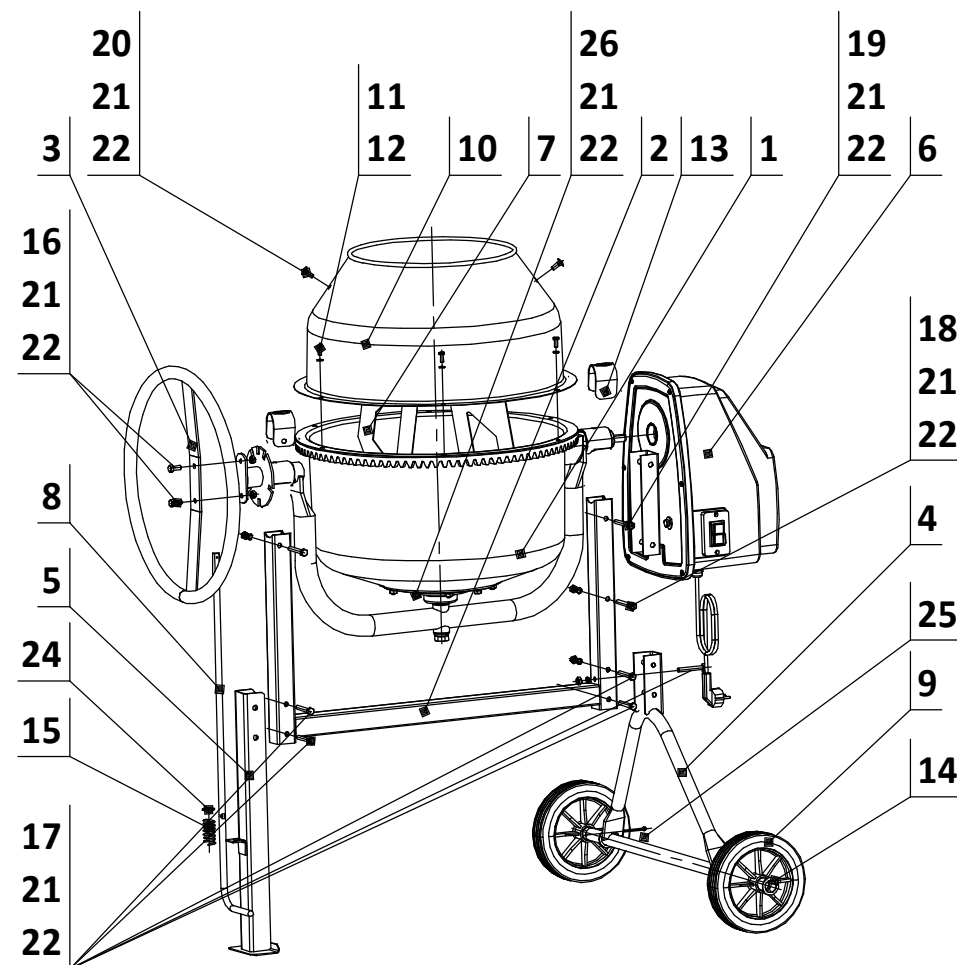

Рис.1
5.1. Основными узлами бетоносмесителя являются барабан смесительный (поз.1+поз.10), траверса, рама поз.2, механизм опрокидывания (маховик) поз.3 и фиксации барабана поз.8, рамка нижняя поз.4, стойка поз.5, электропривод поз.6 и колеса поз.9 (см. рис.1).
Снаружи смесительного барабана закреплен зубчатый венец, внутри установлены две лопасти поз.7, осуществляющие перемешивание смеси (см.рис.1).
Траверса бетоносмесителя закреплена на раме, которая одновременно соединена с рамкой нижней поз.4, с установленными на ней колесами поз.9 и стойкой поз.5 (см. рис.1).
Поворот положения смесительного барабана в процессе работы осуществляется вручную с помощью маховика поз.3 и устанавливается в необходимом положении фиксатором поз.8 (см. рис.1).